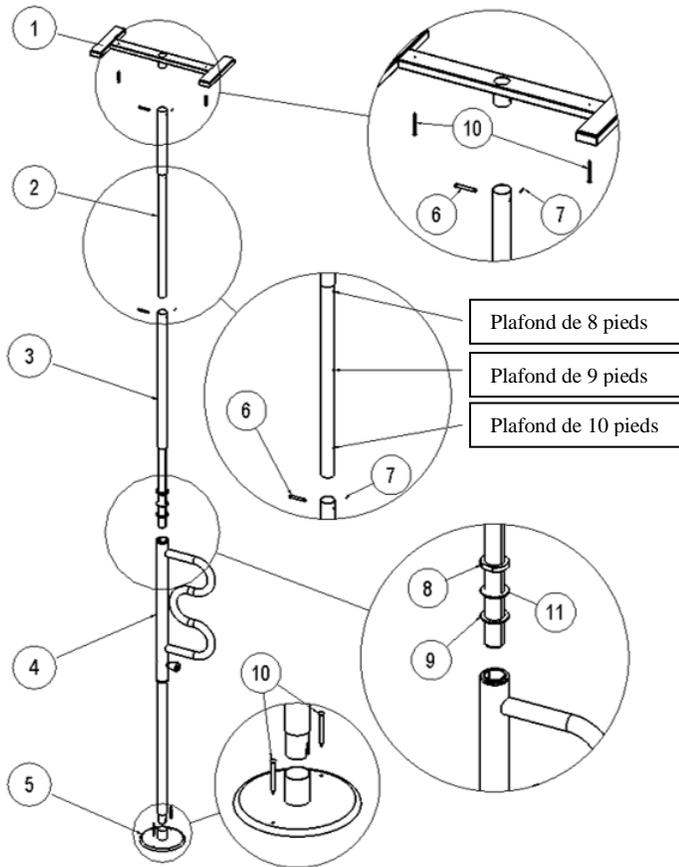
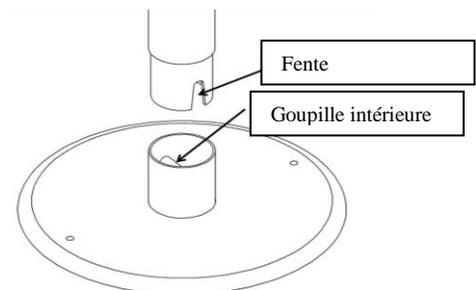

FIGURE 1
FIGURE 3
1. Retirez toutes les pièces de la boîte et déposez-les sur une surface plane tel qu'illustré à la Figure 1.
4. La rallonge (pièce-2) comporte trois trous identifiés Plafond de 8 pieds, Plafond de 9 pieds, Plafond de 10 pieds à la Figure 1. Utilisez le trou approprié selon la hauteur de plafond.
7. Insérez la pièce-5 dans la pièce-4, tel qu'illustré à la Figure 1, en alignant les fentes de la pièce-4 avec la goupille intérieure de la pièce-5 de sorte que les fentes enjambent la goupille intérieure pour empêcher les pièces-4 et -5 de bouger, tel qu'illustré à la Figure 3.
REMARQUE : Avant d'insérer la pièce-3 dans la pièce-4, assurez-vous de placer la rondelle en plastique (pièce-11) entre l'écrou de réglage (pièce-8) et l'autre rondelle (pièce-9) tel qu'illustré à la Figure 1.